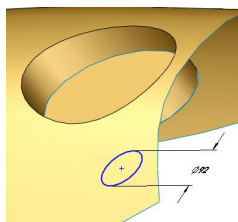

图 7-179 绘制草图
(1) 单击曲面的底面，使其成为草图绘制平面。单击【标准视图】工具栏中的【正视图】按钮，并单击【草图】工具栏中的【草图绘制】按钮，进入草图绘制状态。单击【草图】工具栏中的【圆弧】按钮和【智能尺寸】按钮，绘制草图并标注尺寸，如图 7-179 所示。